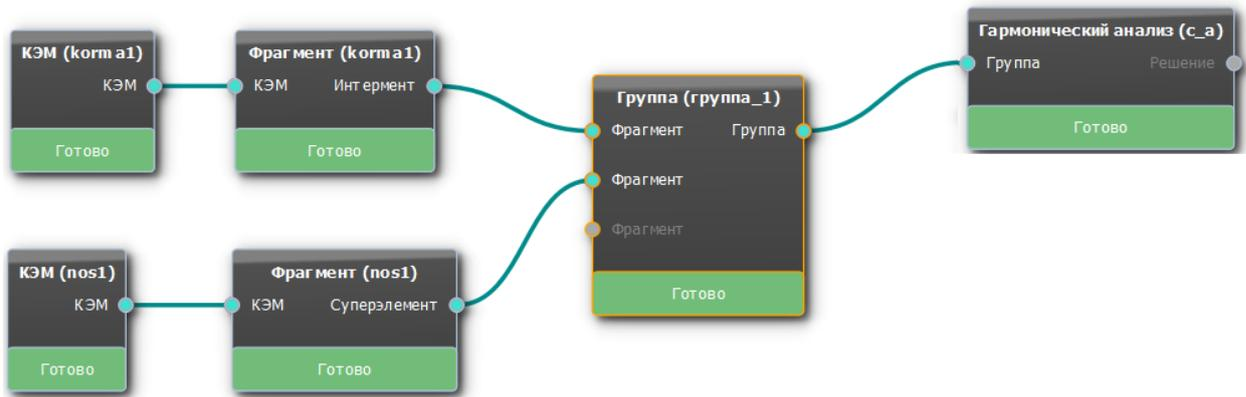

Рисунок 3 - Пример схемы обеспечения виброакустического расчета с помощью комбинации модулей ПО "САТЕС"
"Рабочая область" (3) на Рисунке 1 предназначена для формирования последовательности выполнения расчетных задач в виде горизонтальной схемы, состоящей из описанных ниже карточек модулей, соединенных линиями (связями) (Рисунок 3).